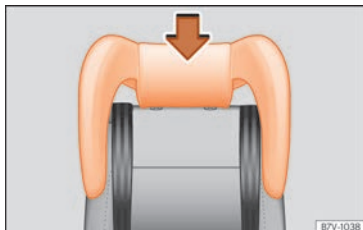

Fig. 33 Asiento integrado para niños: montar el apoyacabezas del mismo.
- Introduzca el apoyacabezas del asiento para niños en las guías del respaldo correspondiente hasta que encastre correctamente » » fig. 33.